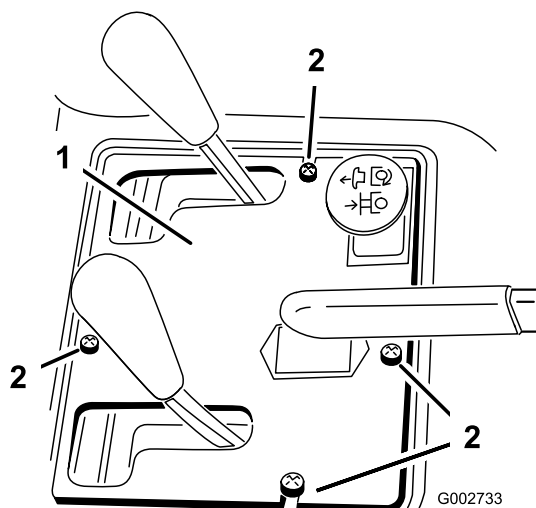

Figure 35
2. Retirez les (4) vis de fixation du panneau de commande au bâti (Figure 35).